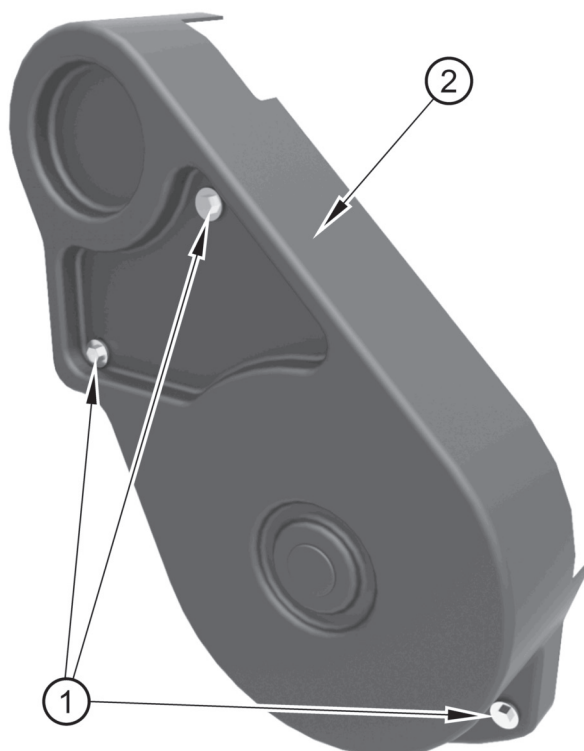

Figura 14
1. Svitare i bulloni (figura 14 voce 1) e rimuovere la protezione (voce 2).